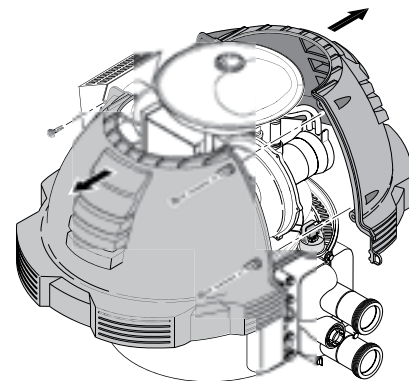

Figura 37.
5. Remueva las sobrecubiertas soltando los tornillos que conectan las dos mitades de la parte superior de la sobrecubierta, ver Figura 37.
3. Remueva las sobrecubiertas, ver Figura 37.